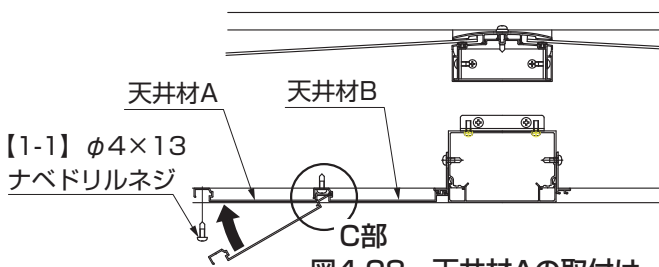

図4-28 天井材Aの取付け
- ④ 天井材AをC部に吻合させて【1-1】で天井縦枠、調整フレームに取付けてください。(図4-28参照)